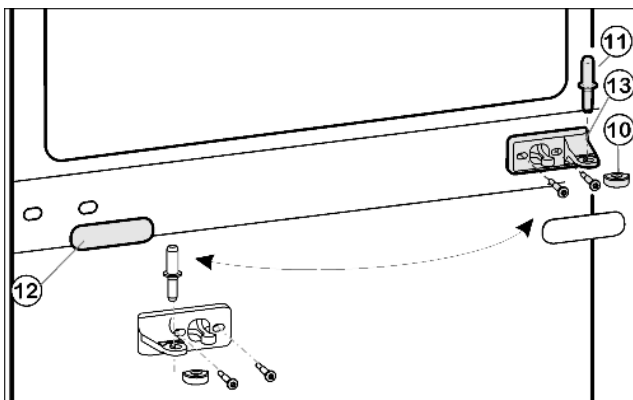
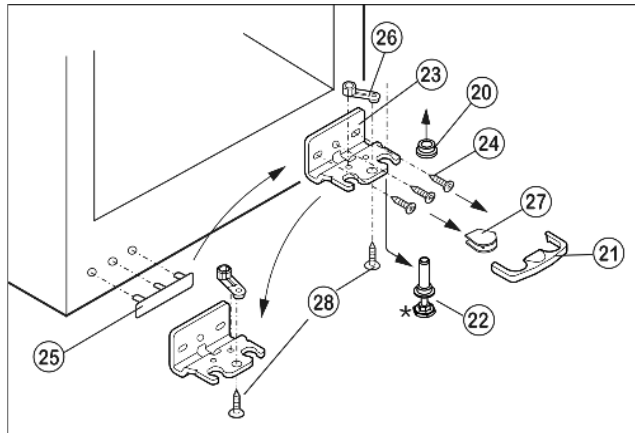

Fig. 5
Fig. 6
- ▶ Retirer le pivot d'appui central Fig. 5 (11) de sa charnière et de la porte inférieure.
- ▶ Retirer le capuchon en matière plastique Fig. 5 (10).
- ▶ Démontez la charnière du milieu Fig. 5 (13).
- ▶ Retirer avec précaution le panneau-cache Fig. 5 (12).
- ▶ Visser le support d'appui du milieu Fig. 5 (13), pivoté à 180°, sur le nouveau côté charnière avec un couple de serrage de 4 Nm.
- ▶ Faire encliqueter le panneau-cache Fig. 5 (12) tourné à 180° du nouveau côté de la poignée.
- ▶ Enlever le dispositif d'arrêt Fig. 6 (21) vers l'avant.
- ▶ Enlever le cache Fig. 6 (27) en bas.*
- ▶ Visser entièrement le pied réglable. Fig. 6 (22)
- ▶ Enlever le pivot Fig. 6 (22) vers le bas et vers l'avant. Ce faisant, respecter la douille de charnière Fig. 6 (20).
- ▶ Dévisser le support d'appui Fig. 6 (23)(3 x Torx 25) Fig. 6 (24).
- ▶ Dévisser l'élément pivotant Fig. 6 (26)(1 x vis Torx 25) Fig. 6 (28) et le replacer dans le logement opposé de la charnière, ensuite le revisser.
- ▶ Soulever le cache Fig. 6 (25) du côté poignée avec précaution et le déplacer.
- ▶ Revisser le support d'appui Fig. 6 (23) sur le nouveau côté charnière en utilisant une visseuse sans fil si nécessaire, avec un couple de serrage de 4 Nm.
- ▶ Mettre le cache Fig. 6 (27) sur le côté opposé.*
- ▶ Replacer le dispositif d'arrêt (21) sur la charnière.
- ▶ Remettre en place la douille de charnière Fig. 6 (20).
- ▶ Placer la porte supérieure par le haut sur le pivot d'appui inférieur *Fig. 6 (22)*.
- ▶ Remettre le capuchon en plastique *Fig. 5 (10)* sur la charnière du milieu *Fig. 5 (13)*.
- ▶ Placer le pivot du milieu *Fig. 5 (11)* sur le nouveau côté charnière à travers la charnière du milieu *Fig. 5 (13)* dans la porte inférieure.
- ▶ Placer la porte supérieure sur le pivot du milieu *Fig. 5 (11)*.
- ▶ Aligner éventuellement les portes par rapport aux deux trous oblongs du support d'appui inférieur *Fig. 6 (23)* et du support d'appui central *Fig. 5 (13)* pour qu'elle affleure avec l'habillage de l'appareil. Pour cela, dévisser les vis centrales du support d'appui inférieur *Fig. 6 (23)*.